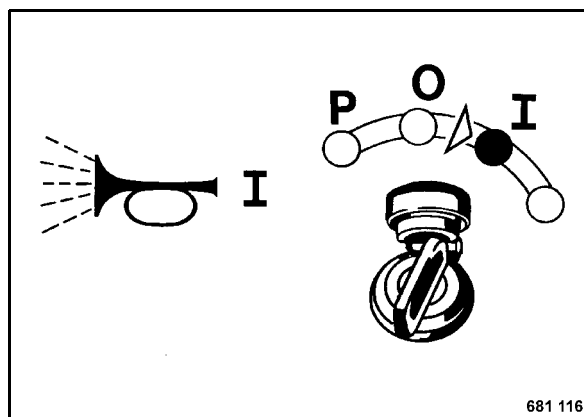

Fig. 20
- Girar la llave de contacto a posición "I" (Fig. 20).